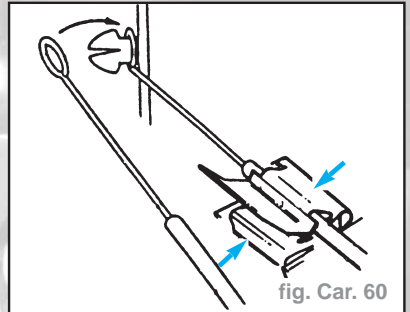

fig. Car. 60
- la tringle sur la manette du volet de distribution. Bloquer les douilles extérieures des boîtiers de soufflerie et de chauffage avec un clip de retenue après avoir réglé la manette du volet et la manette de commande (fig. Car. 60).